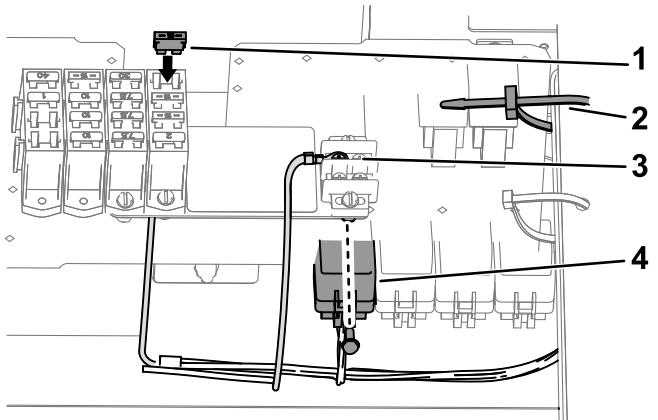

図 19
1. エンジルーム用の 197cm の枝についている5ソケットコネクタを、リレーに合わせる 図 19。
2. コネクタのソケットにリレーのピンを挿入する図 19。
3. リレーの取り付けタブについている穴を、配線パネルの穴に合わせる図 19。
4. パネルにリレーを固定する図 19 フランジヘッドボルト #10-24 x 1/2 インチを使用する。
5. アース端子ブロックからねじを外す図 19。
- 車両用のヒューズブロックにブレード形コネクタが付いている車両の場合には、ヒューズブロックにヒューズを取り付ける図 19。